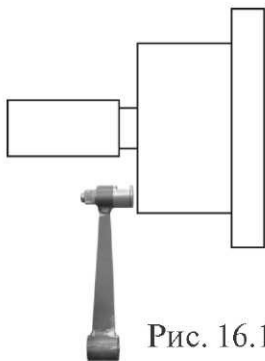

Рис. 16.1
16.2.Калибровка устройства измерения дистанции. Для оценки погрешности устройства ввода дистанции выдвиньте штангу ввода параметров и уприте ее палец в задний торец фланца вала, как показано на рис.16.1. При этом на индикаторах 1 отображается величина введенной дистанции, а на индикаторах 4 величина диаметра диска. Если величина дистанции на индикаторах 1 не равна  $4,5 \pm 0,2$ , то устройство ввода дистанции требует калибровки.